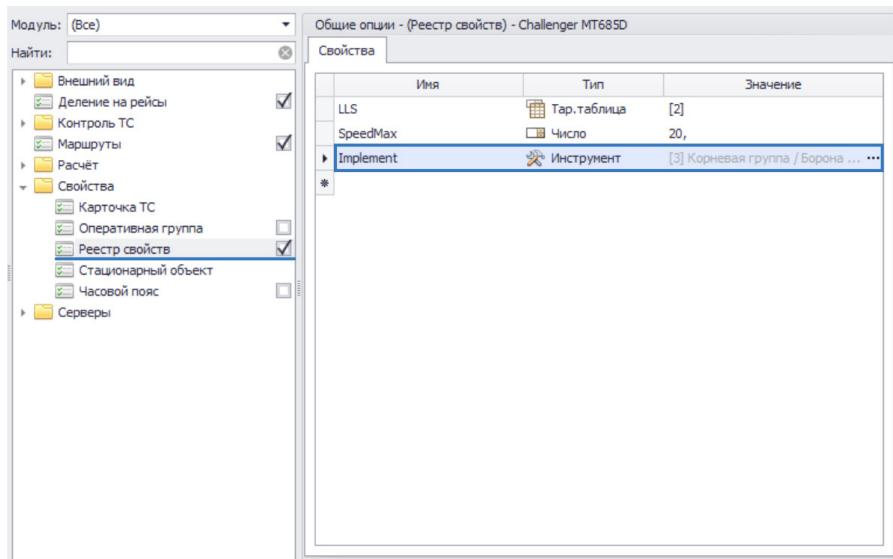

Рис.22. Назначение инструмента через реестр свойств.
- в меню «Конструктор» на панели «Инсталлированные модули» выбрать модуль «Селектор геозон» (**Рис.22**);
- перейти на панель свойства, на вкладку «Подключения» и в строке «ITripsSelector» выбрать модуль «TripsSelector» для подключения (**Рис.22**).
При создании схемы Помощник по инсталляции модулей предлагает выполнить подключение Селектора геозон к Селектору рейсов автоматически. В этом случае выполнение подключения вручную не требуется. Достаточно убедиться в корректности настройки – при правильном подключении при выборе Селектора геозон в списке инсталлированных модулей появляется стрелка, направленная от выбранного модуля к Селектору рейсов (Рис.22).